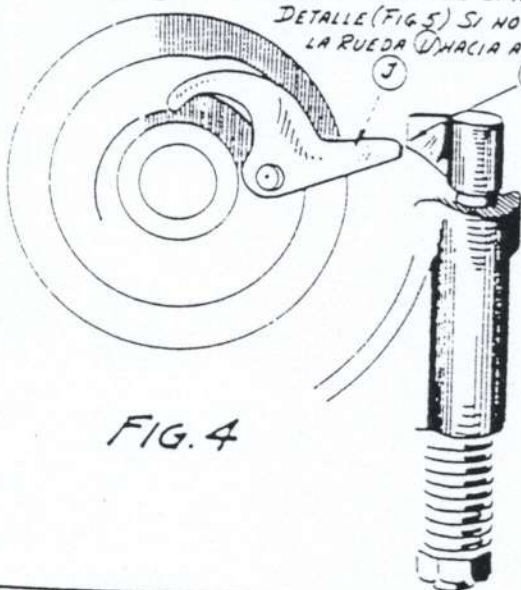
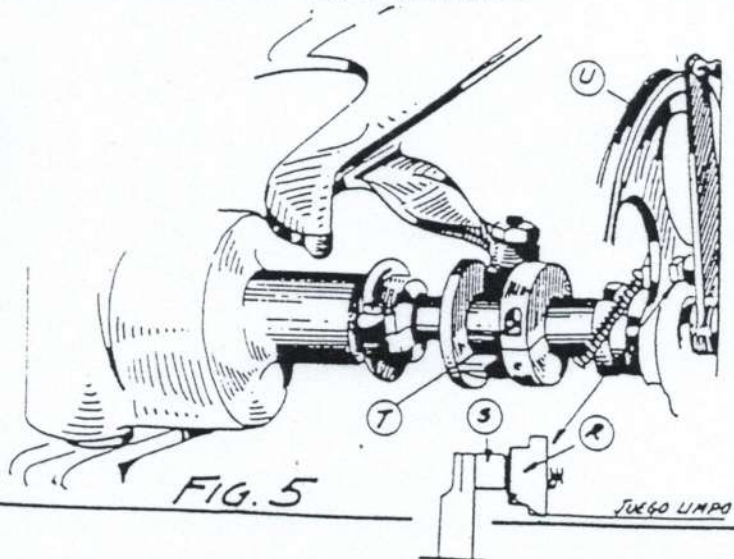

FIG. 4
FIG. 5
PARA AJUSTAR LA REGULACIÓN DE LA RUEDA DE MANO DE LA DERECHA EN RELACIÓN CON EL EJE OSCILANTE Y PALANCA. - HÁGASE FUNCIONAR LA MÁQUINA HACIA ATRÁS HASTA QUE EL PUNTO DE CONTACTO (Q) DEL PERNO DE RETÉN MERAMENTE DEJE LIBRE EL FIADOR (J) COMO SE VE EN LA FIG. 4. LOS PUNTOS DE CONTACTO (S) Y (R) EN LA RUEDA DE MANO DE LA IZQUIERDA DEBEN SOLAMENTE QUEDAR LIBRES, COMO SE VE EN EL DETALLE (FIG. 5). SI NO QUEDEN LIBRES, AFLÓJESE EL TORNILLO (T) EN EL OVILLO Y MUÉVASE LA RUEDA (U) HACIA ADENTRO O HACIA AFUERA, PARA LOGRAR EL DEBIDO JUEGO VUÉLVASE A AJUSTAR EL TORNILLO (T) FIRMEMENTE.